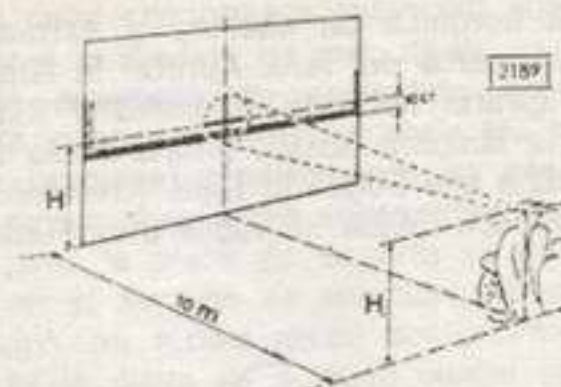

Fig. 6
Altura (H) en cm. del punto medio sobre el suelo (fig. 6).